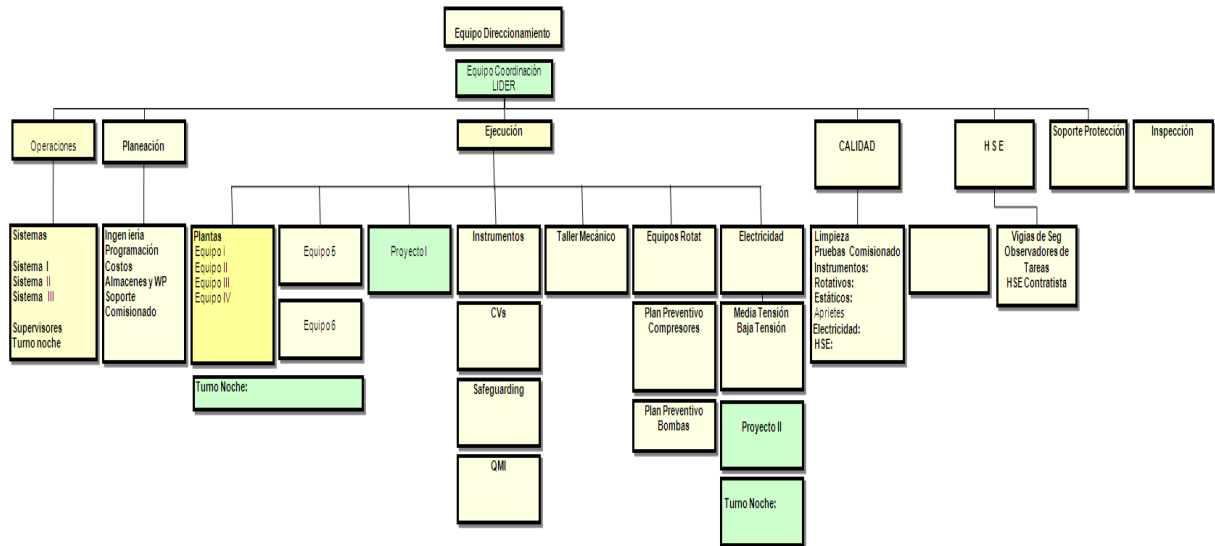

Figura 4. Estructura del equipo de ejecución en una parada de plantas
**Equipo De Ejecución:** responsable por la ejecución de una parada específica (Figura 4).